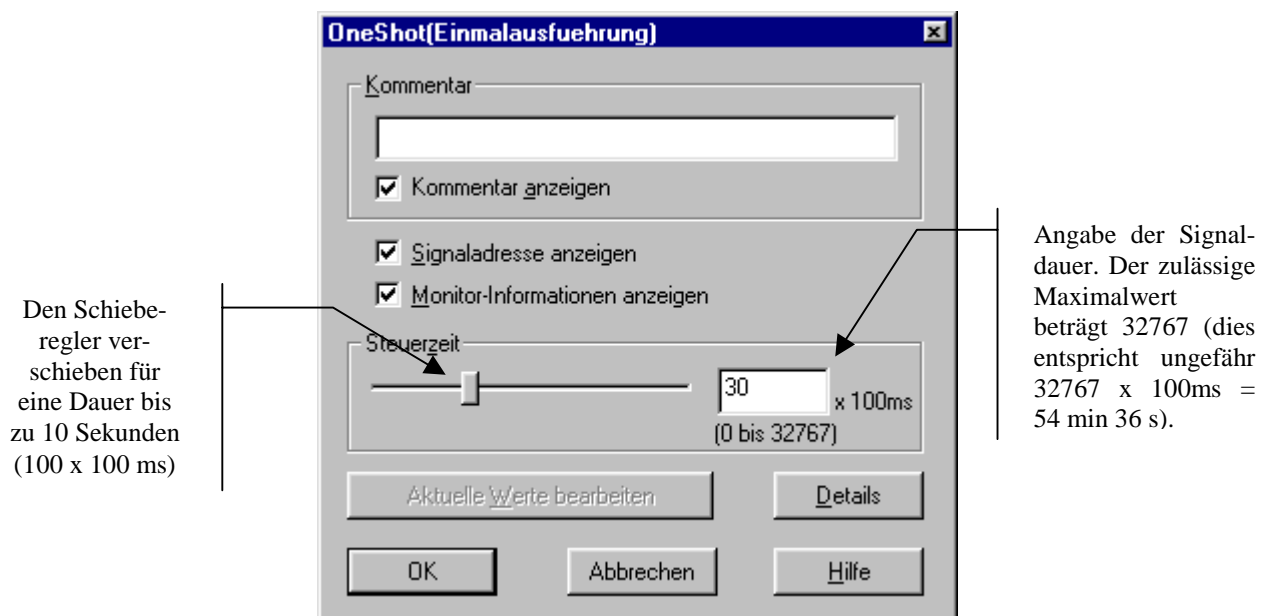

Abb. 1.38
- ➔ Auf den **ONE SHOT**-Funktionsblock doppelklicken. Über ein Dialogfeld (Abb. 1.38) kann die Signaldauer eingegeben werden, während der die Glocke läuten soll.